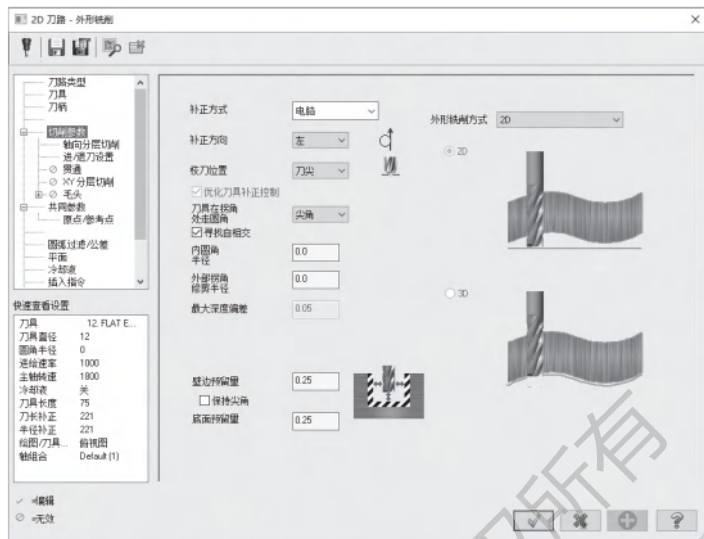

图 10-8 设置切削参数
3) 打开【切削参数】选项卡, 设置【补正方向】为【左】, 【外形铣削方式】为【2D】, 【壁边预留量】和【底面预留量】都为 0.25mm, 其他参数按默认设置, 如图 10-8 所示。